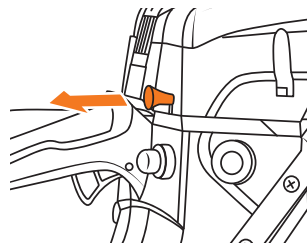

Рис. 14
6. При запуске холодного двигателя, вытяните рукоятку воздушной заслонки (Рис. 14), при этом воздушная заслонка закрывается.